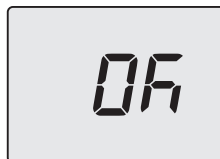

Figura 5.56
- Premendo il tasto 13 (Figura 5.48) si ottiene la conferma del valore inserito. Il display visualizzerà per 5 sec. quanto segue (Figura 5.56) poi, si porterà al livello superiore.